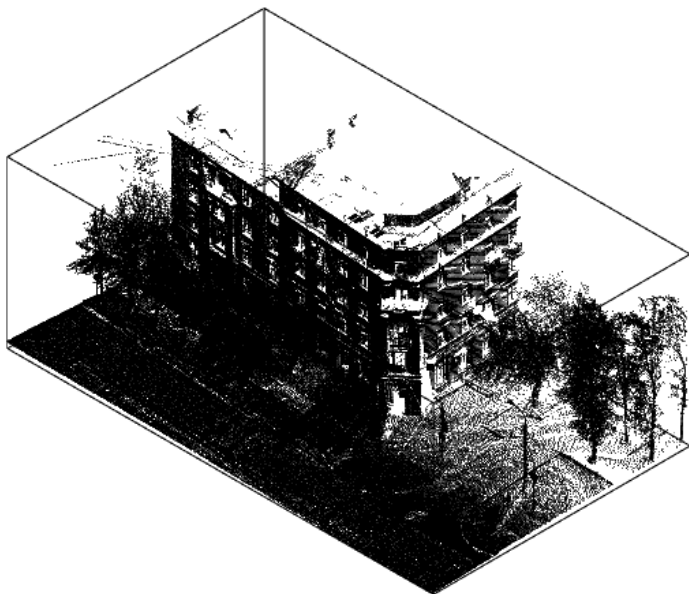

Рис. 10.28. Ограничивающий прямоугольный параллелепипед
- ◆ **Отображать границы** — при включении показывается ограничивающий прямоугольный параллелепипед (рис. 10.28).